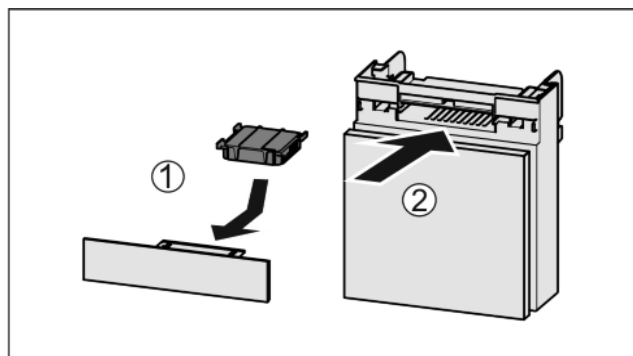

Fig. 45
- ▶ Introduceți Fig. 45 (1) filtrul de cărbune activ după cum se vede în figură.
- ▶ Împingeți Fig. 45 (2) compartimentul în interior.